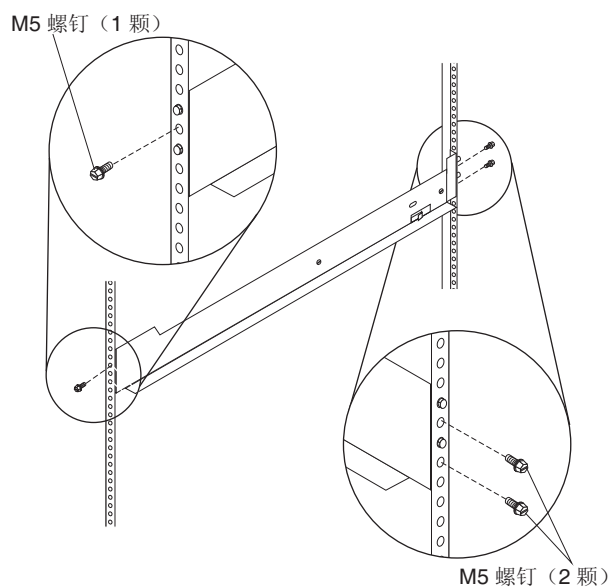

图 3. 将支撑导轨固定到机架中
3. 在将支撑导轨凸缘与机架式机箱支撑导轨组合件贴合之后，从机架式机箱的前部，用螺丝刀将一颗 M5 螺钉拧入导轨支架顶部的第二个孔中，如第 6 页的图 3 所示。